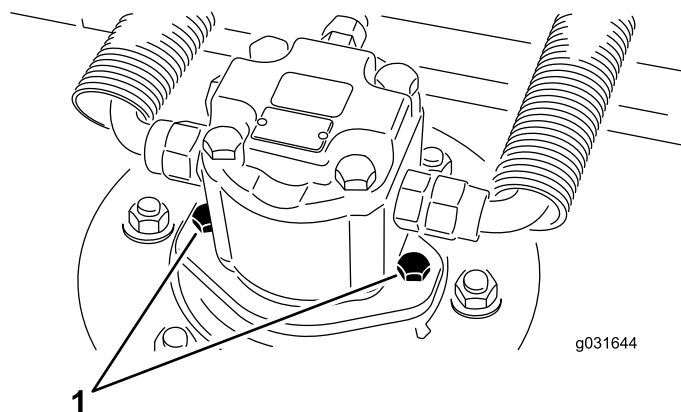

Figura 66
2. Retire los tornillos de montaje del motor y desconecte y retire el motor hidráulico la carcasa (Figura 66).
4. Con los tornillos de montaje del motor hidráulico, instale el motor hidráulico en la carcasa (Figura 66).